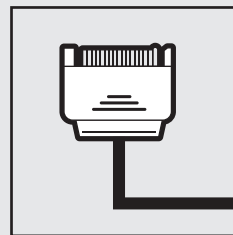

figure 1
- Connect pump power cable to an available SATA power plug (figure 1).
- Connectez le câble d'alimentation de la pompe à la fiche d'alimentation SATA (figure 1).
- Verbinden Sie das Stromkabel der Pumpe mit einem verfügbaren SATA-Netzstecker (Abbildung 1).
- Sluit de voedingskabel van de pomp aan op een beschikbare SATA-stroomplug (afbeelding 1).
- Połącz przewód zasilający pompki z dostępną wtyczką zasilania SATA (rysunek 1).
- Подключите кабель питания насоса к доступному разъему питания SATA (Рис. 1).
- 连接泵电源线至可用 SATA 电源插头 (图 1)。